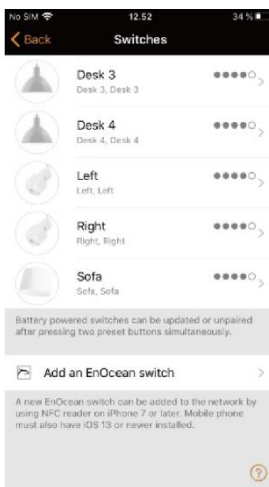

Abbildung 4
Schritt 2: Tippen Sie auf „EnOcean-Schalter hinzufügen“. (Wie in Abbildung 4 dargestellt)